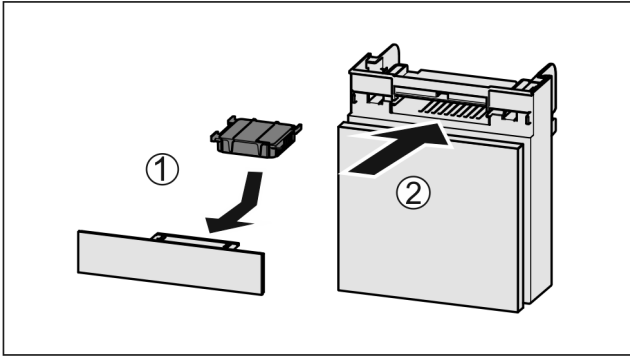

Fig. 123
- ▶ Insérer le filtre à charbon actif d'après le schéma Fig. 123 (1).
- ▶ Insérer le compartiment Fig. 123 (2).